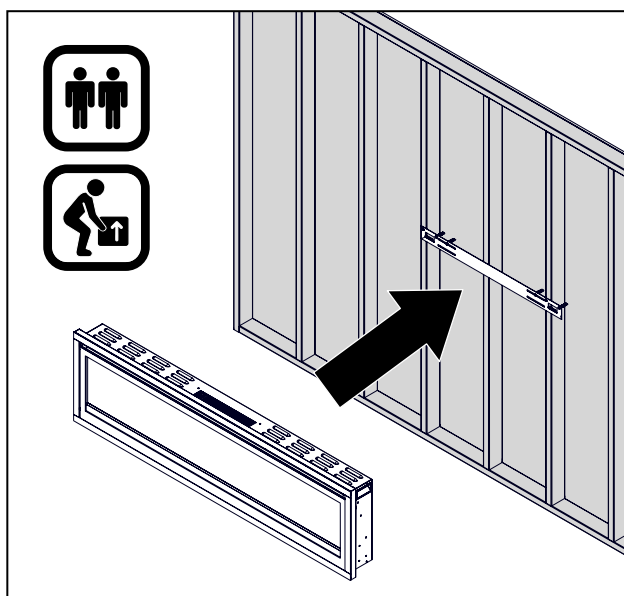

Fig 3
ÉTAPE 5 : Une fois le support mural installé, faites soulever l'appareil par deux personnes et insérez les deux crochets du support dans les deux fentes à l'arrière de l'appareil (**Fig 3**).
ÉTAPE 1 : Retirez la vis argentée au bas de l'appareil. Mettez la vis de côté, voir la figure 3.